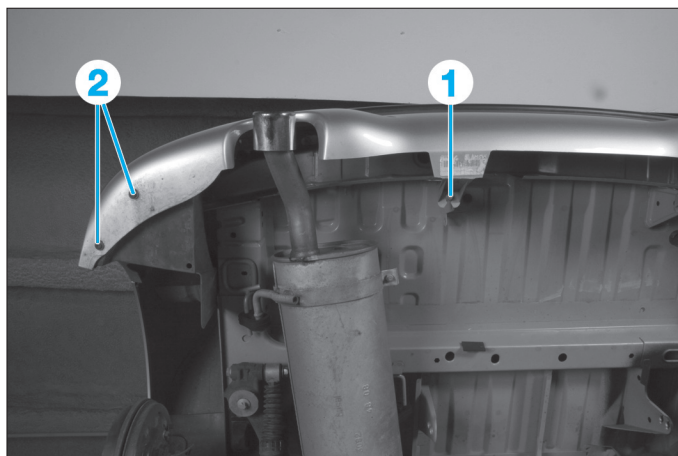

Fig. 48
- Dévisser sans les déposer, les écrous (1) (Fig.48).
- Déposer les agrafes (2).